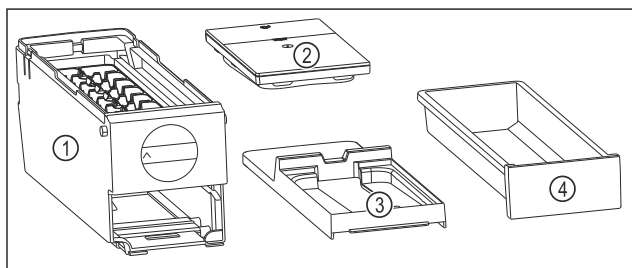

Fig. 143 Az EasyTwist-Ice alkotórészei
- ▶ Az EasyTwist-Ice egység négy darabra van szétszedve. (lásd *Fig. 143*)
- ▶ Az EasyTwist-Ice egységet csak az ábrázolt alkotóelemekre szedje szét. (lásd *Fig. 143*)
- ▶ Az EasyTwist-Ice testét *Fig. 143 (1)* egy egységként tisztítsa.